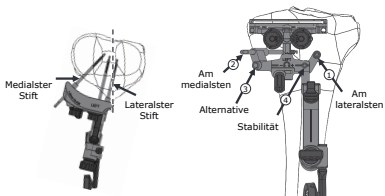

Abbildung 4: Fixierung der Schnittführung und Platzierung der Stifte
Vor dem Anbringen der verstellbaren Tibia-Schnittführung muss sichergestellt werden, dass alle Einstellräder auf 0 stehen, um den vollen Einstellbereich nutzen zu können. Der Schnittschlitz sollte auf die voraussichtliche Resektion ausgerichtet sein. Bringen Sie die Tibia-Fixationsbasis mit dem lateralsten Stift auf dem oder medial zum Tibia-Tuberkel an, wie in Abbildung 4 dargestellt. Optional können die folgenden manuellen Ausrichtungsinstrumente verwendet werden, die mit der verstellbaren Tibia-Schnittführung kompatibel sind. Anweisungen zur Verwendung finden Sie in der zugehörigen Anleitung für chirurgische Techniken.
Wenn Sie die Ausrichtung abgeschlossen haben, stellen Sie sicher, dass die Stiftpositionen innerhalb der Inzision liegen. Positionieren Sie die lateralste Stiftführung der Fixationsbasis auf dem medialen Tibia-Tuberkel der subluxierten Patellasehne und stellen Sie sicher, dass die medialste Stiftführung der Fixationsbasis innerhalb der Wunde liegt. Setzen Sie zunächst den lateralsten Stift (1) und anschließend den medialsten Stift (2) ein, wie in der obigen Abbildung dargestellt, und achten Sie dabei auf ausreichenden Halt im Knochen. Bei kleinen Patienten kann ein alternativer medialer Stift (3) eingesetzt werden (siehe Abbildung 4). Wenn mehr Stabilität gewünscht wird, kann ein dritter Stift eingesetzt werden (4).